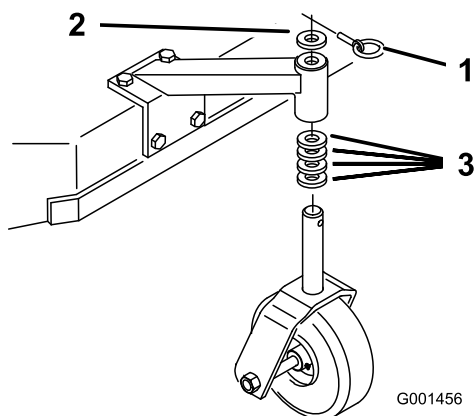

Figure 17
1. Ajustez les entretoises des roues pivotantes en fonction du trou de réglage de l'essieu sélectionné (Figure 17) ; voir Tableau des hauteurs de coupe (page 22).
2. Retirez la goupille de verrouillage, sortez la roue pivotante de son support et changez les entretoises (Figure 17).
3. Mettez la roue pivotante en place dans le support et insérez la goupille de verrouillage (Figure 17).